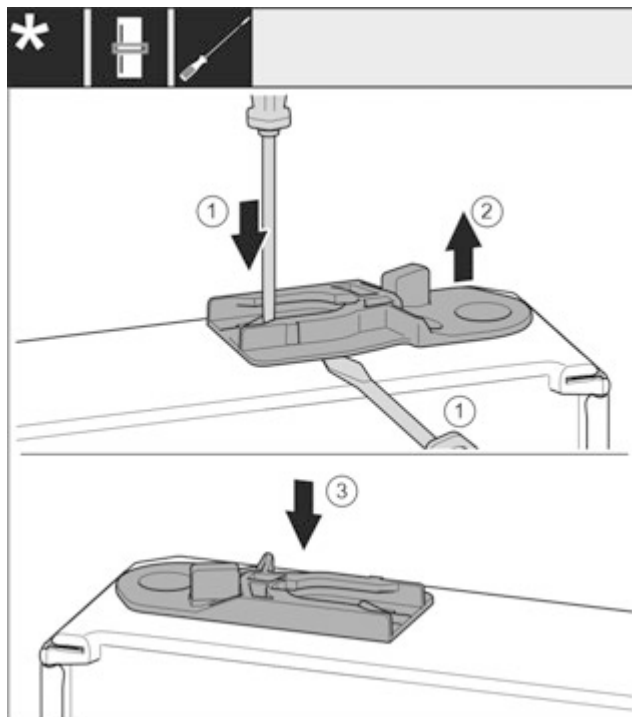

Fig. 38
- ▶ Витягніть направляюче гніздо: Натисніть шліцевою викруткою накладку і одночасно підведіть її під направляюче гніздо. Fig. 38 (1, 2)
- ▶ Направляюче гніздо, що входить до складу поставки, вставити з іншого боку корпусу. Fig. 38 (3)